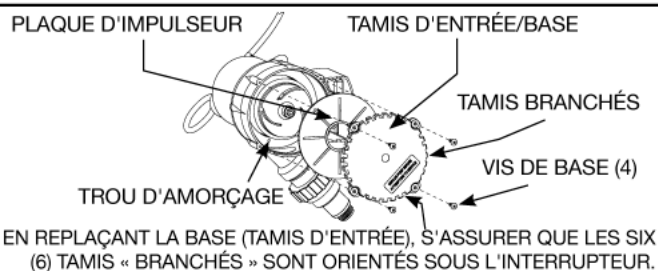

Figure 1 - Emplacement du trou d'amorçage
- Retirer les quatre (4) vis de base (Figure 1).
6. Vérifier le trou d'amorçage pour tout signe d'obstruction. (Figure 1).
- c. Retirer les quatre (4) vis de base (Figure 1).